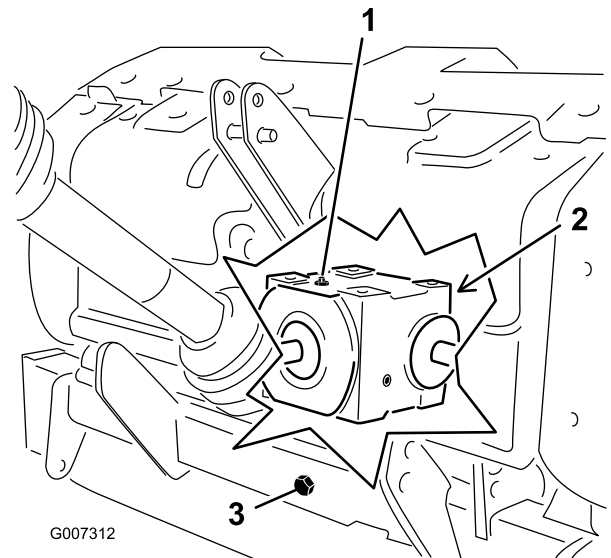

Figura 31
2. Retire el tapón de verificación de la caja de engranajes (Figura 31).
- Asegúrese de que el nivel de aceite llega hasta la parte inferior del orificio del tapón de verificación de la caja de engranajes (Figura 31).
- Limpié cualquier residuo del tapón de llenado y el tapón de vaciado para evitar cualquier contaminación (Figura 31).